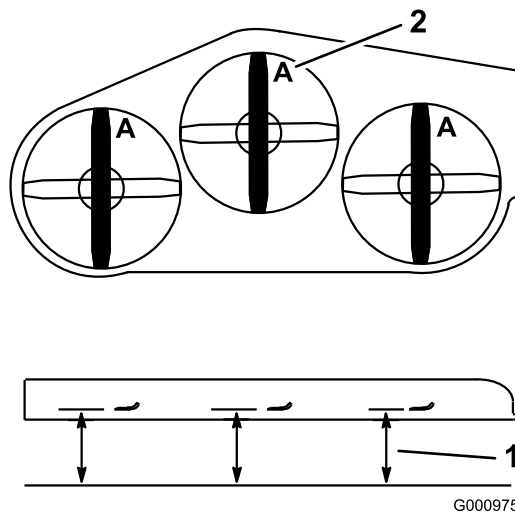

Figure 80
4. Mesurez la distance entre la surface plane et le tranchant (position A) des lames (Figure 80).